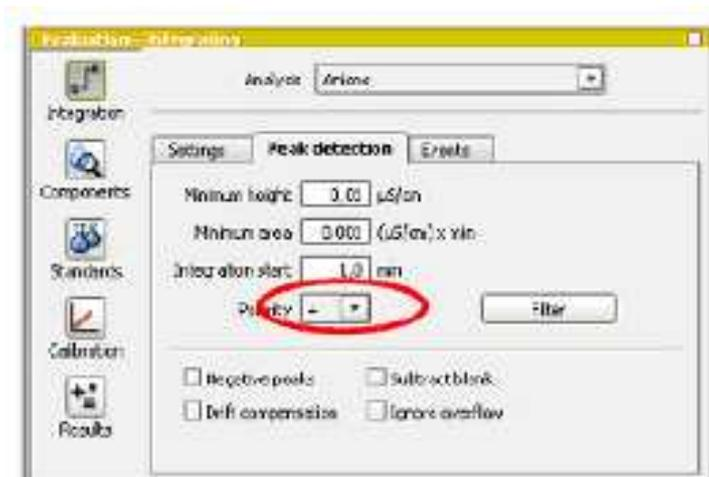

Figura 11.2 – Janela do software Magic Net IC.
- Verificar a polaridade. Para ânions e ácidos orgânicos é positiva, Figura 11.2.